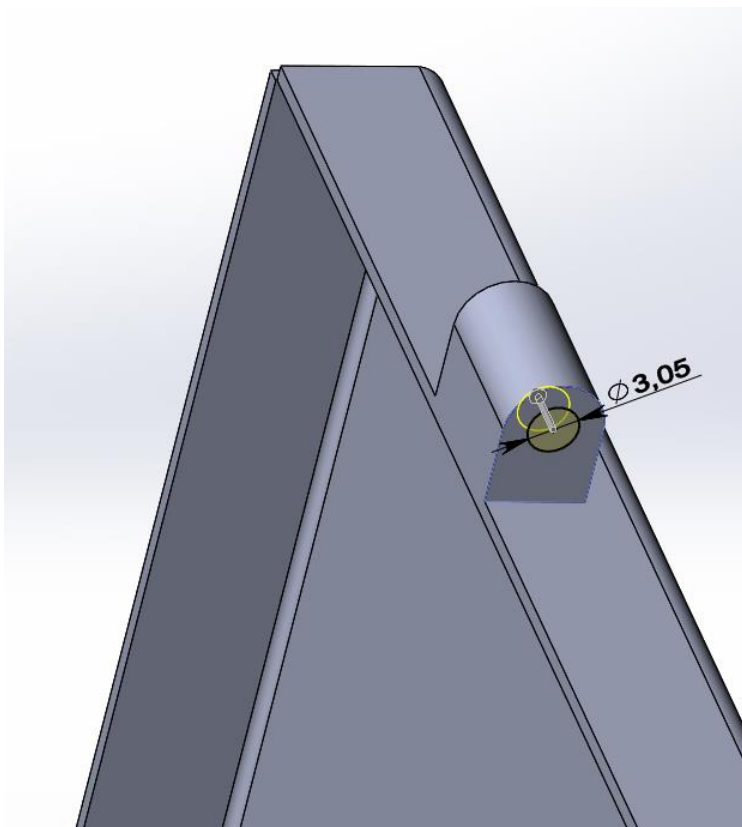

Рисунок 30 – создание оси для петли на крышке
39. Выделить созданный эскиз в дереве модели. Выполнить операцию «Вытянутый вырез» на глубину равную 2 мм (рис. 30).